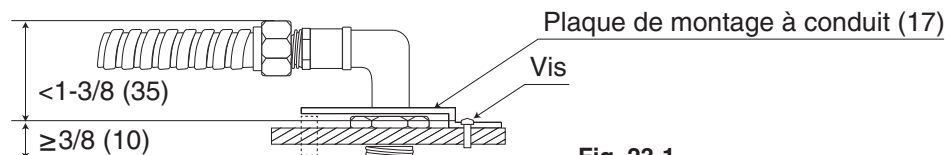
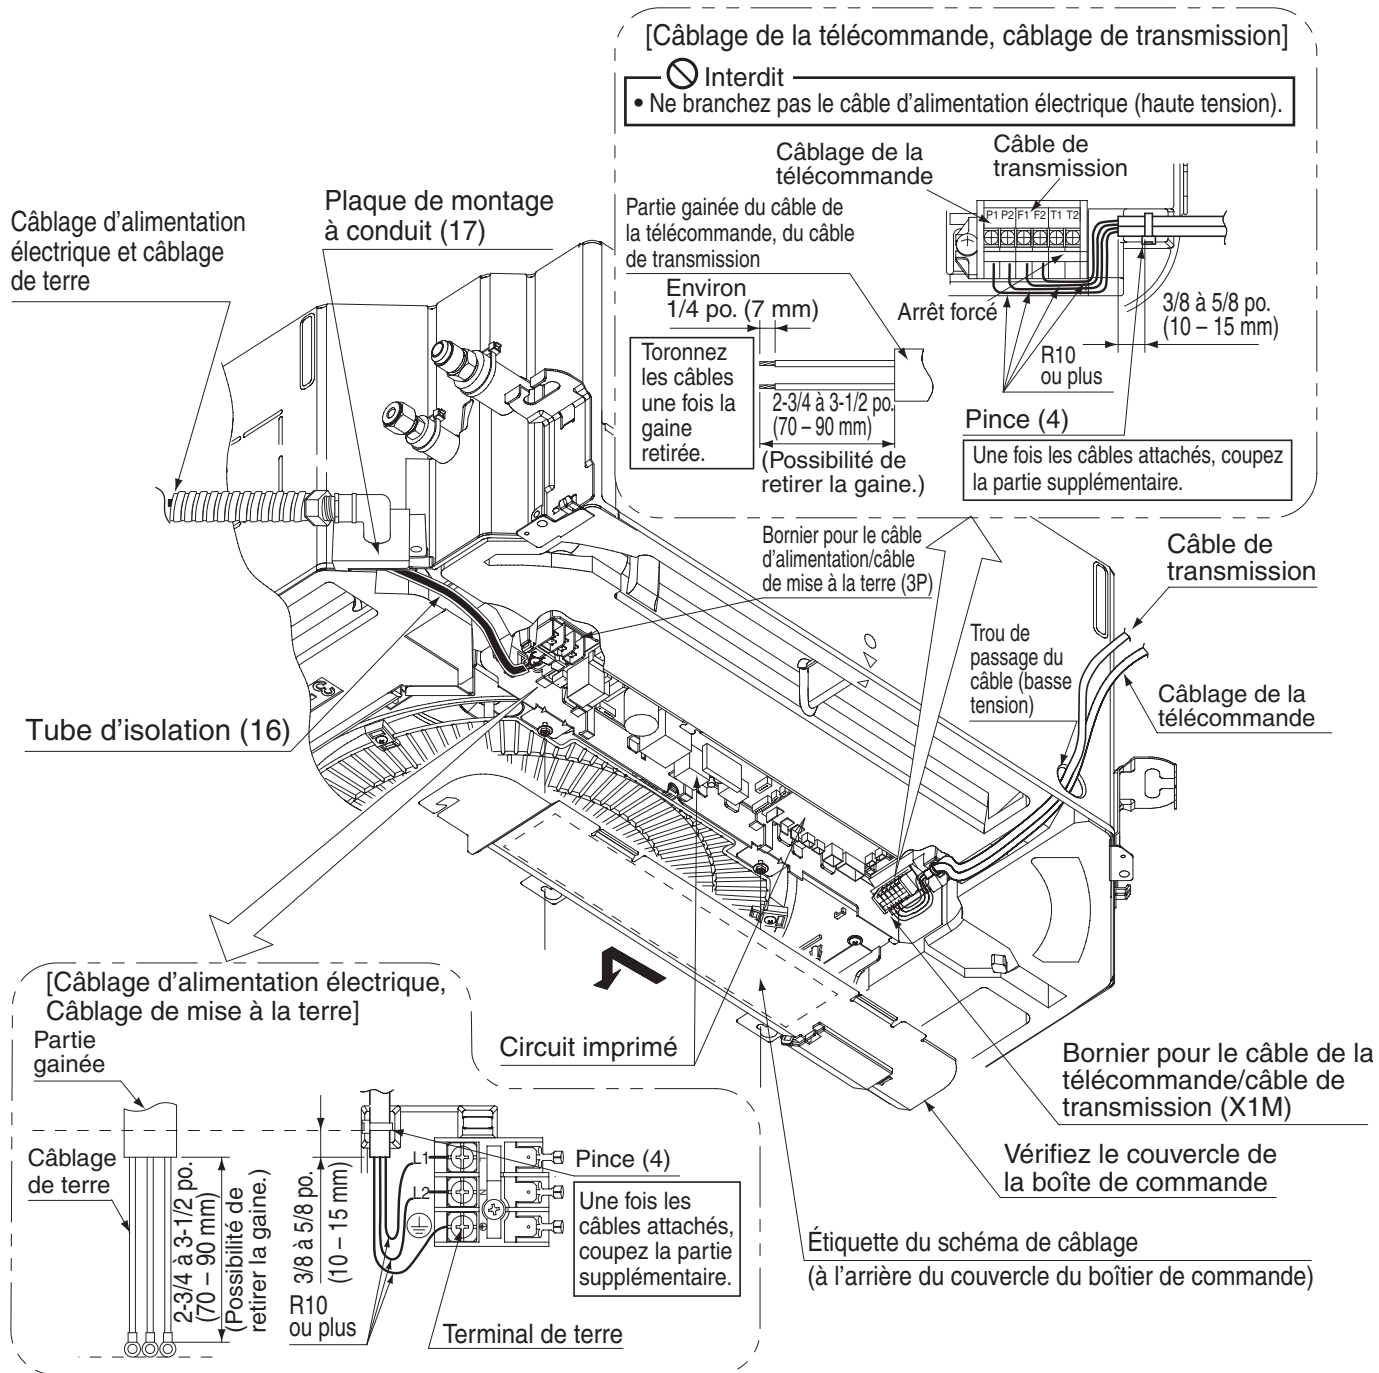

Fig. 23-1
Fig. 23-2
(Reportez-vous à Fig. 23-2)
Utilisez une paire de plaques de montage de conduit (17) pour raccorder un conduit à l'unité, comme indiqué dans la **Fig. 23-1**. Après avoir branché le câble d'alimentation à [L₁ · L₂] sur le bornier d'alimentation (X2M) et le câblage de mise à la terre à la borne de terre, serrez-les près du bornier à l'aide de la pince (4). **(Reportez-vous à Fig. 23-2)**
Tirez le câble à travers le trou de passage du câble (basse tension). Après avoir connecté le câble de la commande à [P₁ · P₂] et le câble de transmission à [F₁ · F₂] sur le bornier (X1M), serrez-les à proximité du bornier à l'aide de la pince (4). **(Reportez-vous à Fig. 23-2)**
- Utilisez un conduit de type coudé à 90° avec les dimensions indiquées **Fig. 23-1** pour éviter qu'il ne heurte le boîtier du moteur oscillant du panneau d'habillage.